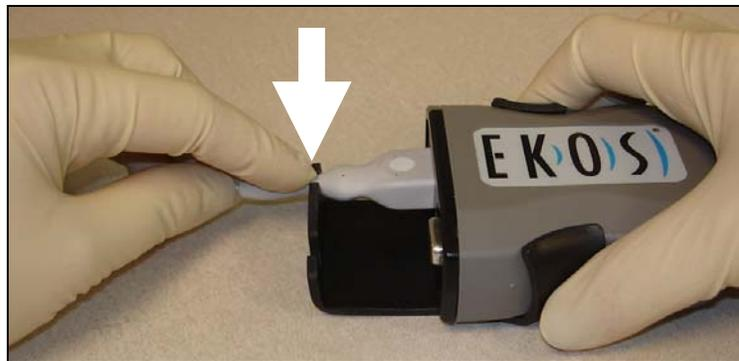

Figura 2. IDDC fissato nella clip CIC.
2. Seguendo la selezione, la preparazione e il posizionamento del dispositivo endovascolare EkoSonic, collegare l'IDDC e il connettore elettrico MSD ai corrispondenti connettori dell'estremità distale del CIC. Assicurarsi che il connettore sia correttamente in sede nel CIC. Spingere i connettori elettrici MSD e IDDC nella clip CIC per fissare i connettori elettrici nel CIC (vedere **Figura 2**).